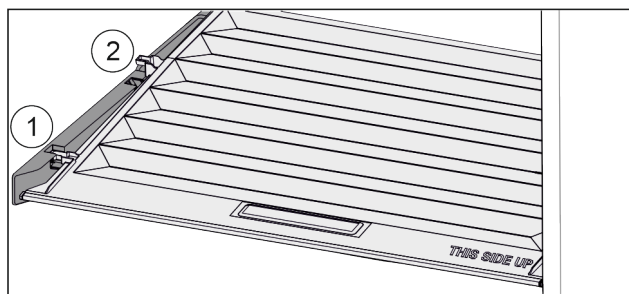

Fig. 36
- ▶ Vytáhněte víko dopředu až k otvoru v přídržných dílech Fig. 36 (1).
- ▶ Vzadu zespu nadzvedněte a vyjměte směrem nahoru Fig. 36 (2).